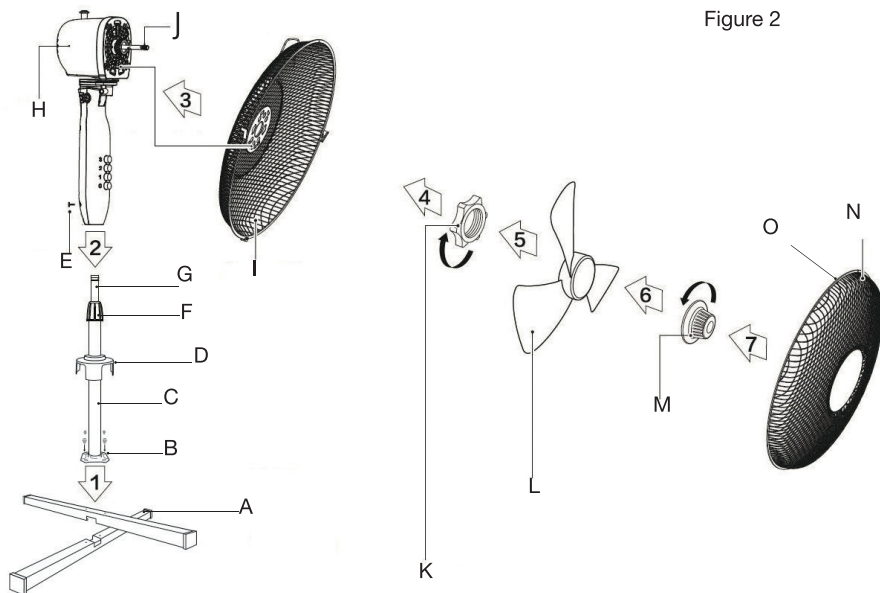

Figure 2
1. Emboîtez les 2 pieds en métal (A).
2. Installez le tube télescopique (C) sur les pieds en métal (A), puis fixez le pied du tube (B) sur les pieds en métal (A) à l'aide des 4 vis de serrages. Le croissillon (D) (voir figure 2) vient se poser au dessus du pied du tube (B).
3. Pour régler la hauteur du ventilateur, desserrez l'anneau de serrage (F) puis, tirez le tube en métal (G) vers le haut. Resserrez ensuite l'anneau (F) (voir figure 2).
ASSEMBLAGE DE LA TÊTE, DE L'HÉLICE (FIGURE 2) ET DES GRILLES (FIGURE 3)